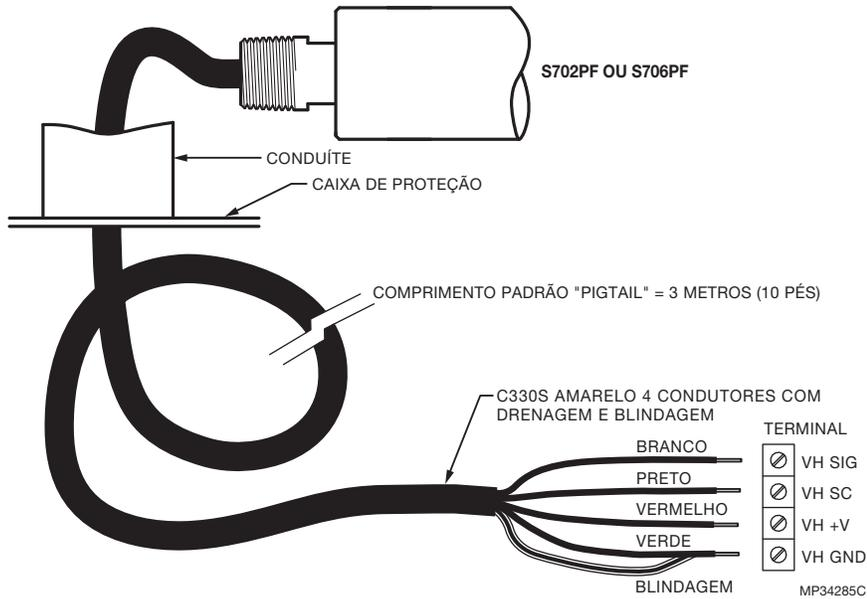
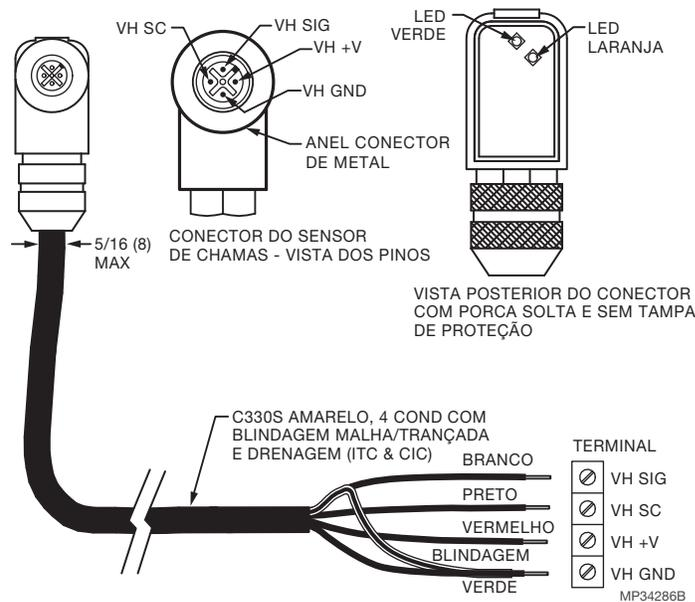

Fig. 3. Cabo do Sensor de Chama Modelo 700 com conexão NPT de 1/2 pol.
Fig. 4. Conexões do Cabo do Sensor de Chama Modelo 700/800.
Conectores e cabos estão representados nas Fig. 3, Fig. 4 e Fig. 5. A Fig. 3 mostra o cabo do sensor de chama com a conexão NPT de 1/2 pol. e o cabo pigtail para utilização num conduíte. O modelo PF vem com o cabo Honeywell C330S de 10 pés. Este cabo é recomendado para todas as novas instalações. Possui certificação ITC e CIC para local perigoso. As figuras 4 e 5 descrevem o cabo C330S usado com o conector montável de ângulo reto. Consulte "Acessórios" na página 9 para obter os números das peças.
- a. Certifique-se de que os fios e LEDs estejam em locais apropriados como na Fig. 4.